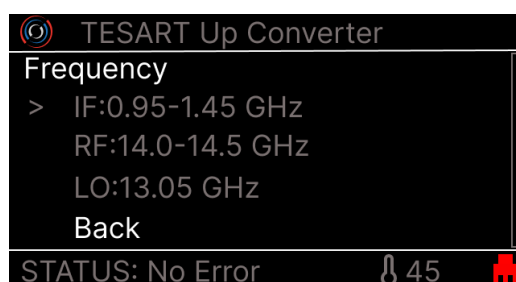

Рисунок 10 – Меню отображение частотных параметров (Вкладка Frequency)
2.3.2.14 Для получения информации о частотных характеристиках конвертера используется вкладка «Frequency» (Рисунок 10).